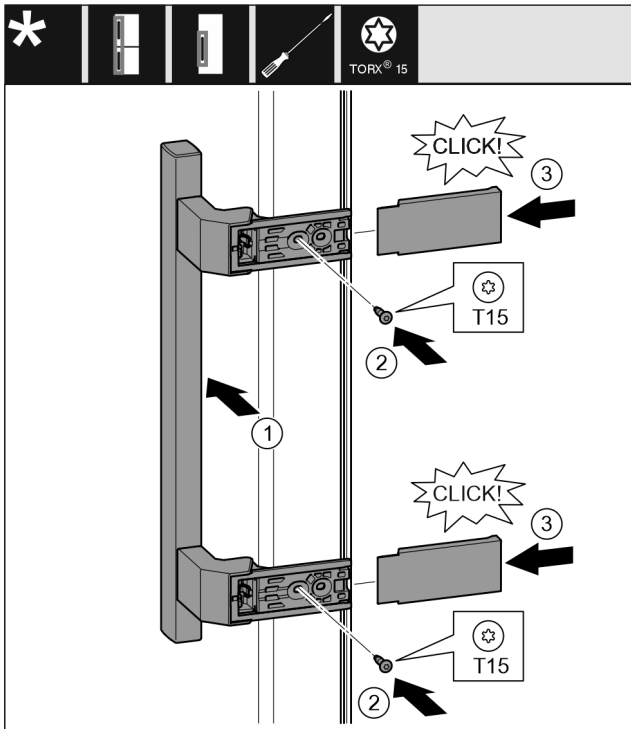

Fig. 40
- ▶ Držadlo nasadíte na opačnú stranu. Fig. 40 (1)
- ▶ Skrutkovačom T15 pevne zaskrutkujte skrutky. Fig. 40 (2)
- ▶ Kryty nasadíte a nasuňte z boku. Fig. 40 (3)